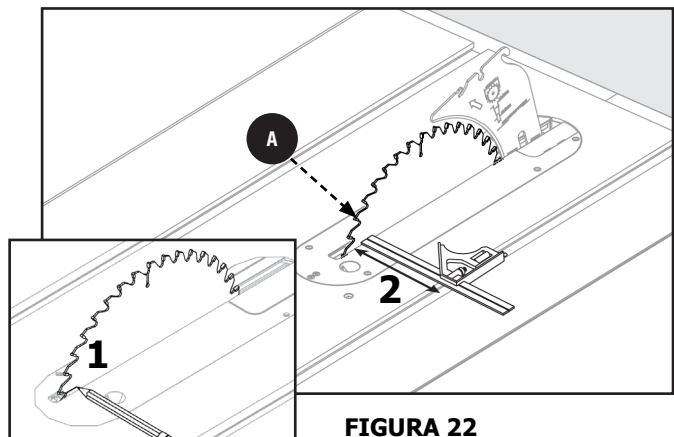

FIGURA 22
1. Marque al lado de uno de los dientes de la hoja en la parte delantera de la hoja **A** Figura 22. Coloque la escuadra combinada contra el diente marcado en la parte delantera de la hoja **A** con la cabeza de la escuadra contra la ranura de la guía de ingletes como se muestra.